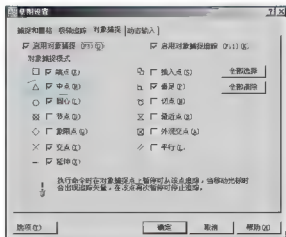

图 2.82 勾选【中点】复选框
(3) 勾选【中点】复选框: 右击状态栏上的【对象捕捉】按钮, 从弹出快捷菜单中选择【设置】命令, 则打开【草图设置】对话框。勾选【中点】复选框, 如图 2.82 所示。